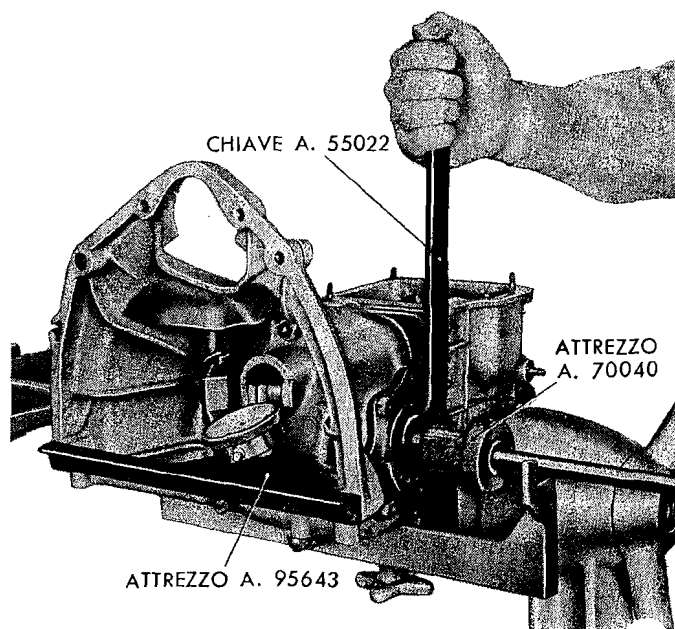

Fig. 63. - Controllo e registrazione del giuoco tra pignone e corona.
Il controllo del giuoco fra pignone e corona si esegue mediante l'attrezzo **A. 95643**; l'asticina del comparatore deve essere fatta appoggiare sulla corona conica (fig. 63).
- montare su di un semialbero l'attrezzo **A. 70040**, bloccando così il semialbero alla scatola interna differenziale (fig. 63);
La correzione del giuoco si esegue avvicinando od allontanando la corona dal pignone, agendo in egual misura sulle due ghiere di registro (fig. 63).